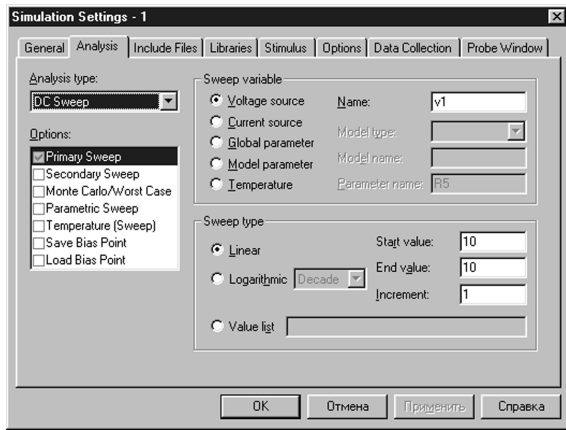

Рис. 5.8. Профиль моделирования
*II вариант.* Для сокращения времени моделирования задать одноточечный вид анализа, для чего вернуться в программу Capture и отредактировать профиль моделирования, например так, как показано на рис. 5.8.